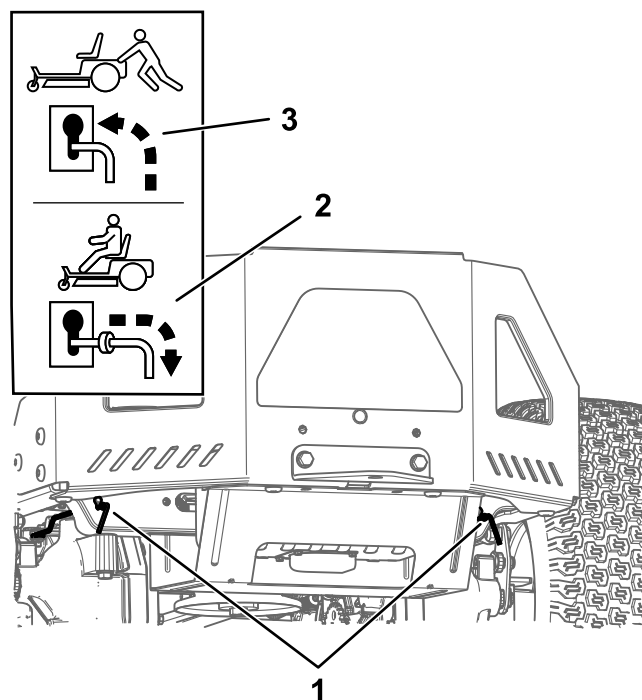

Figure 28
4. Déplacez les leviers de dérivation en avant dans la fente, puis vers le bas pour les verrouiller en position (Figure 28).
Déplacez les leviers de dérivation en arrière dans l'encoche en trou de serrure, puis vers le bas pour les verrouiller en position, comme montré à la Figure 28.